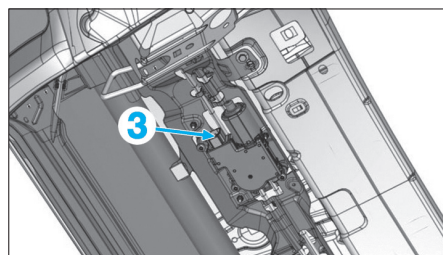

Fig. 129
- Débrancher le connecteur (3) (Fig.129).